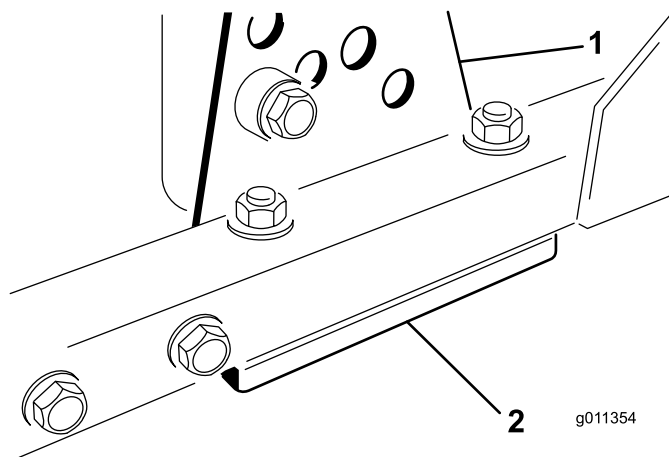

図 74
- 刈り高ブラケット前、左、右のうち 1 つをデッキのフレームから外す 図 74。
- デッキフレームとブラケットとの間に厚さ 1.5mm または 0.7mm のシム、場合によってはこれらの両方を挿入して、希望する刈高を達成する 図 74。